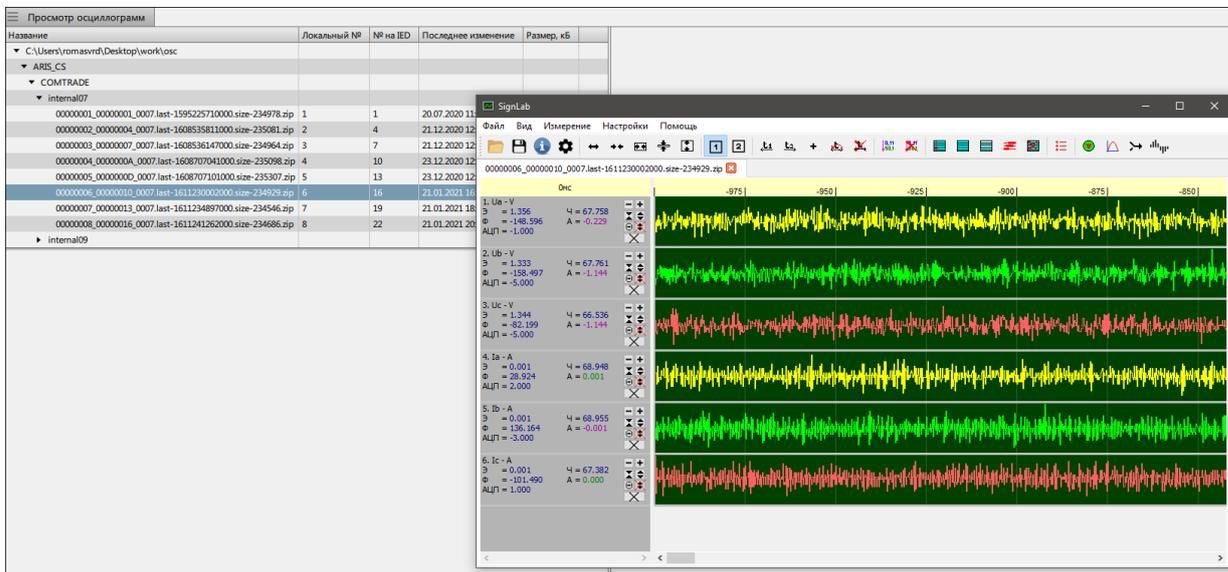

Рисунок 149 - Просмотр осциллограмм
2. Нажмите двойным щелчком *Л К М* по строке с выделенным файлом. Откроется окно осциллограммы в настроенном просмотрщике (Рисунок 149).